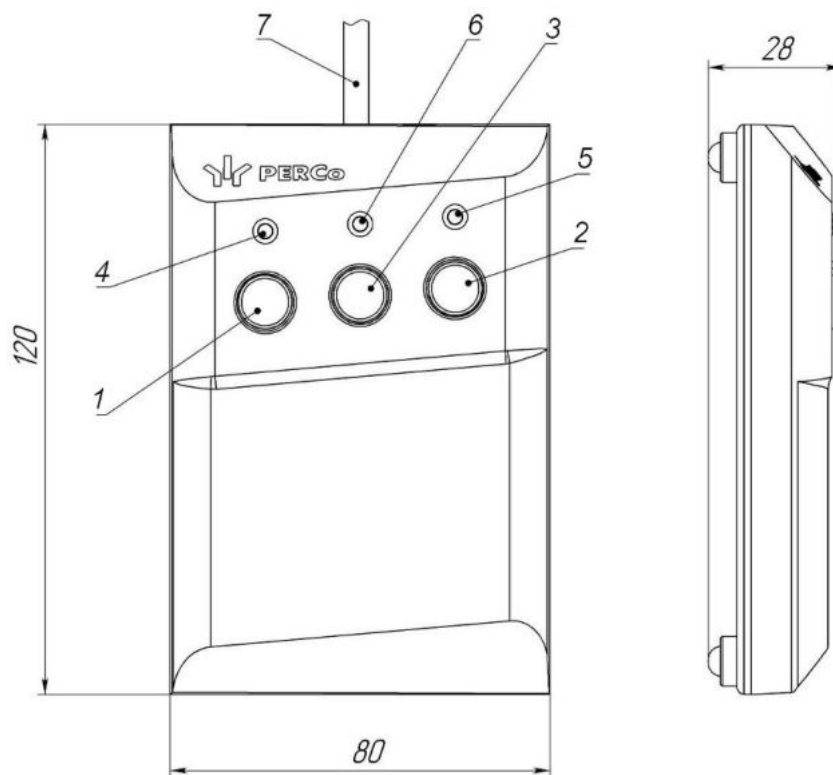

Рисунок 5. Общий вид и габаритные размеры ПДУ
ПДУ (11) выполнен в виде небольшого настольного прибора в корпусе из ударопрочного АБС-пластика. ПДУ предназначен для подачи команд оператором при ручном режиме управления турникетом. Общий вид ПДУ показан на рис. 5.